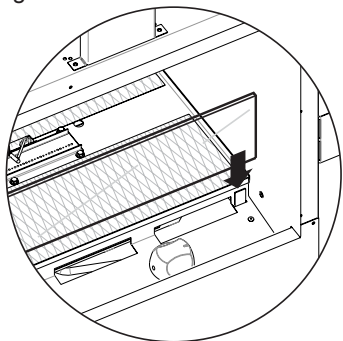

Figure 24
2. Installer le panneau vitré (deux utilisés pour le foyer à deux faces). Voir figure 24.